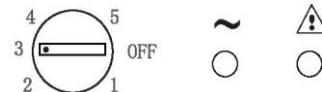

Fig. 3
- Vrid reglaget till läge "0" (fig.3)